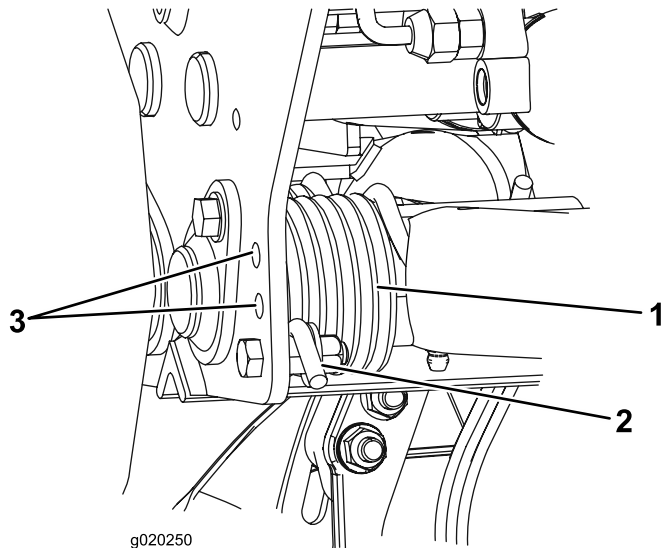

図 33
- 調整作業の最中に、スプリングのテンションが掛からないようにするため、スプリングの長い方の端にパイプなどを通してスプリングの力を殺しておく (図 33)。
- スプリングのテンションをなくしたら、スプリングアクチュエータを固定しているボルトとロックナットを外す (図 33)。